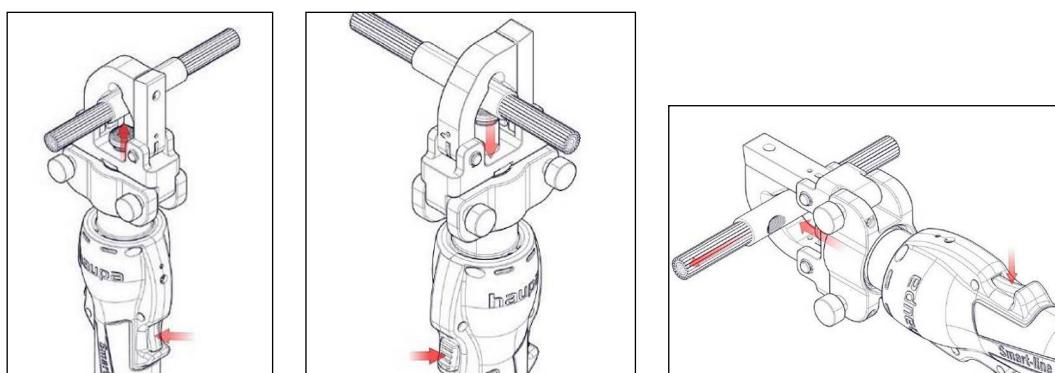

Bild 5: Crimpverbindung
- Drücken Sie die Starttaste der Maschine und die Rücklauftaste, um die Crimpverbindung aus dem Arbeitsbereich herauszunehmen, siehe Bild 5 unten: